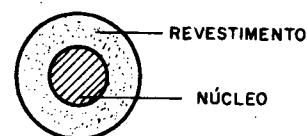

Fig. 3
- Deve estar livre de umidade e seu núcleo deve ser concêntrico (fig. 3).